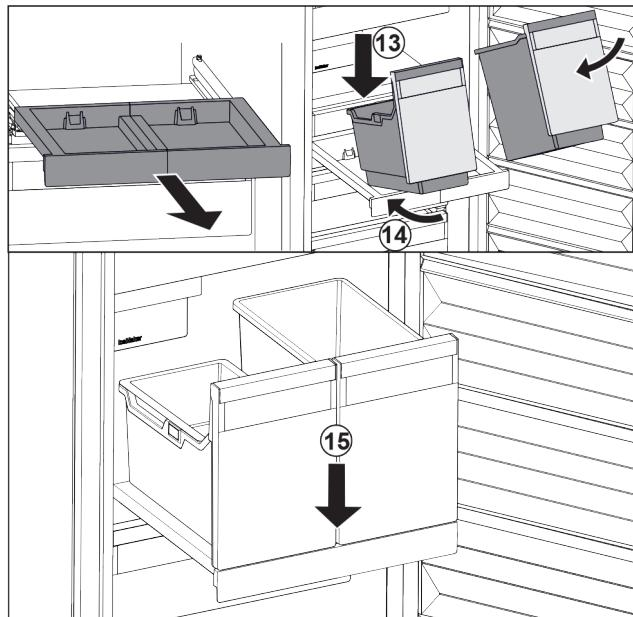

Fig. 110
- ▶ Nasad'te nádobu šikmo na vyťahovaciu poličku. Fig. 110 (13)
- ▶ Zasuňte nádobu šikmo dozadu. Fig. 110 (14)
- ▶ Zložte nádobu vpred. Fig. 110 (15)